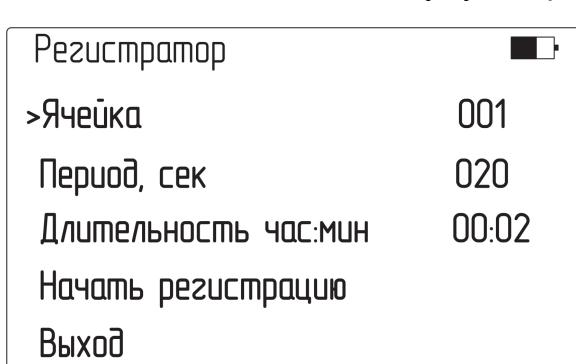

Рисунок 2.18 – Меню регистратора
2.4.2 Для входа в режим регистратора необходимо нажать и удерживать кнопку  . Прибор перейдет в меню регистратора (см. рисунок 2.18), где возможно: